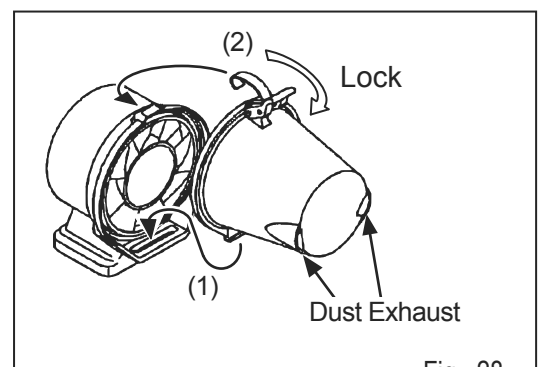

Fig. 28
- c. Reclipser soigneusement le récupérateur sur la machine (Fig.28)